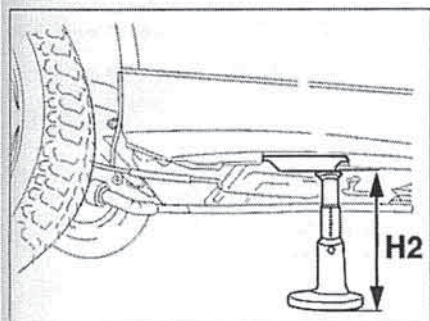
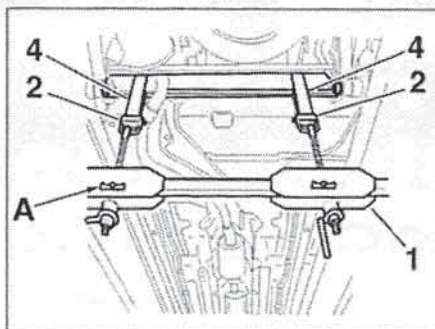

FIG.2
FIG. 4
H2: distance comprise entre le point d'appui du cric de bord sur le bas de caisse arrière et le sol (Fig.2).
- Engager les sangles (4) autour de la traverse arrière, le plus verticalement possible (Fig.4).
- Mettre en place le compresseur de suspensions (1).
- Choisir le centrage (A) le mieux adapté pour tirer sur les sangles le plus verticalement possible.
- Mettre en place les piges (3) aux emplacements de mesure (Fig.2).